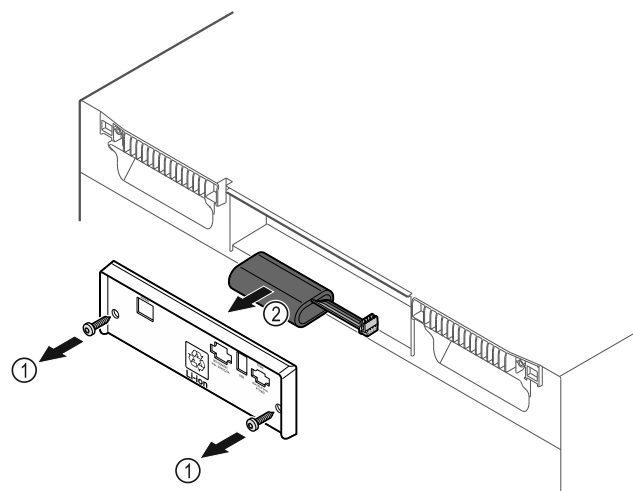

Fig. 186
- ▶ Skru skruerne ud, og fjern afdækningen på bagsiden af apparatet Fig. 186 (1).
- ▶ Tag batteriet af forbindelsen, og tag det ud Fig. 186 (2).